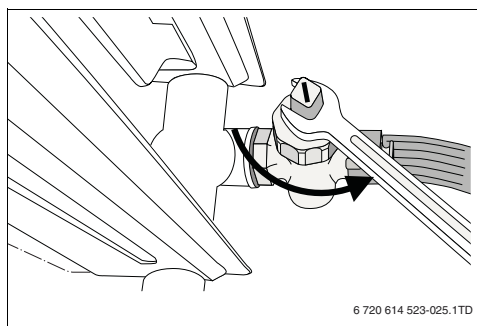

Fig. 12 Aftappen cv-installatie
- Tap de gehele cv-installatie af. Doe dit op het laagste punt van de cv-installatie met behulp van de vul- en aftapkraan of aan een radiator (→ fig. 12). Daarbij moeten de (automatische) ont-luchters op het hoogste punt van de cv-installatie geopend te zijn.